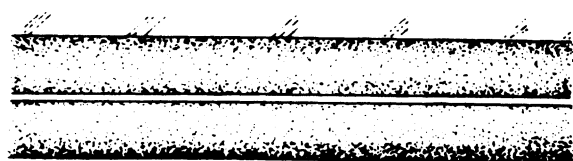

Fig. 5
- Draai de grote moer van het tandemlager los (Fig. 5).